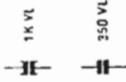

Fig. 6.6. - Schema di apparecchio a modulazione di ampiezza (AM) e di frequenza (FM) di produzione commerciale (Voce del Padrone).
La fig. 6.6 riporta lo schema elettrico complessivo di un apparecchio a modulazione di ampiezza (AM) e di frequenza (FM) di produzione commerciale (Voce del Padrone).